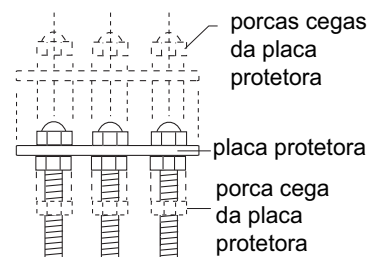

Fig. 13
- J.** Remova as porcas cegas e retire a ferramenta de instalação. Tome cuidado para não danificar o cabo. Encaixe o ilhó do cabo de volta na parte superior do sensor e coloque a placa protetora e porcas cegas novamente (fig. 13).